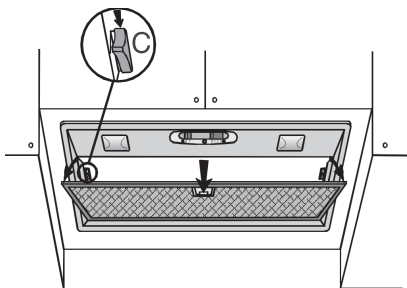

fig.6
2. A l'aide de la poignée, ouvrez le filtre à graisse métallique en poussant vers l'arrière puis vers le bas (fig. 6).